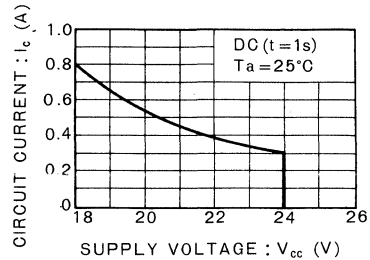

Fig.21 ASO参考データ
*1 ASO 内であること (Fig.21 参照)
出力パワートランジスタのASO(安全動作領域 Fig. 21参照)内であれば絶対最大定格(V_{CCMax}=24.0V)までICに異常は発生しません。また、通常動作時は推奨動作電源電圧範囲内で使用してください。これらを越えると破壊の原因となります。